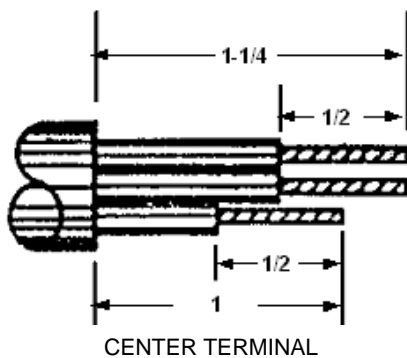

FIGURE 1
- 3.) SEE FIGURE 1 BELOW FOR STRIP LENGTH.